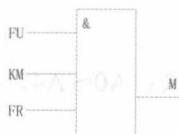

图 0-9 逻辑图
- ② 从逻辑关系上，只有当 FU、KM、FR 都正常时，M 才能得到电能，所以它们之间存在“与”的关系： $M = FU \cdot KM \cdot FR$ 。即只有 FU 正常为“1”、KM 合上为“1”、FR 没有烧断为“1”时，M 才能为“1”，表示可得到电能。其逻辑如图 0-9 所示。